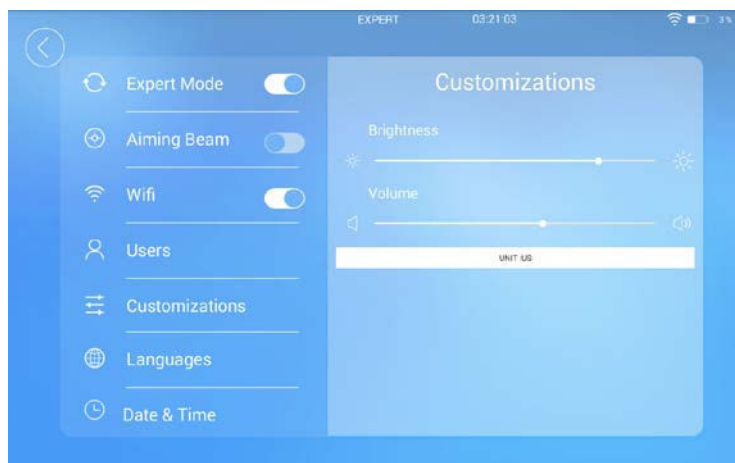

Рис.7.1.1 Интерфейс с измененными параметрами разрешенного протокола в Экспертном режиме
- 7.1 Экспертный режим: настройте текущий пользовательский режим, переключитесь в экспертный режим, выключите режим новичка, в верхней строке состояния будет отображаться статус режима в реальном времени. (Рис. 7.1.1)
их несоответствия исходным параметрам, после нажатия кнопки «Collecting» (Получение) или в состоянии «Ready» (Готово) параметры будут сохранены. Следующая запись в экспертном режиме покажет измененные параметры, несоответствующие параметры будут выделены красным цветом. В Экспертном режиме на интерфейсе появится еще одна кнопка отмены, при нажатии на которую каждый параметр будет восстановлен до исходных значений, а параметры, отображенные красным цветом, будут восстановлены до значений, отображенных белым цветом (Рис. 7.1.1);